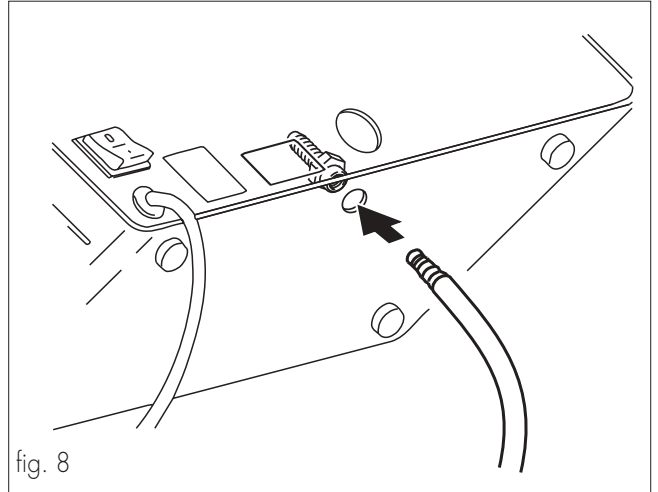

fig. 8
- Conectar el tubo de aspiración del agua en el empalme adecuado que se halla bajo el distribuidor (fig. 8).